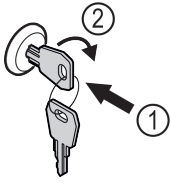

Fig. 185
- ▶ Вдавити ключ. Fig. 185 (1)
- ▶ Повернути ключ на 90° за годинниковою стрілкою. Fig. 185 (2)